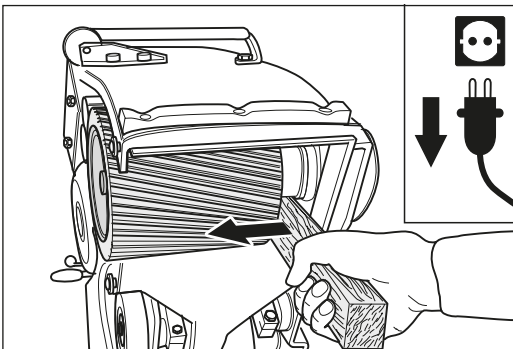

Fig. 41 Si le tambour est bloqué, levez-le avec précaution avec un bout de bois ; **ne pas forcer !**
**Lorsque le tambour de ponçage est bloqué, servez-vous d'un levier en bois (voir fig. 41) pour ne pas endommager la machine. Ne débloquez jamais un tambour de ponçage avec un marteau !**